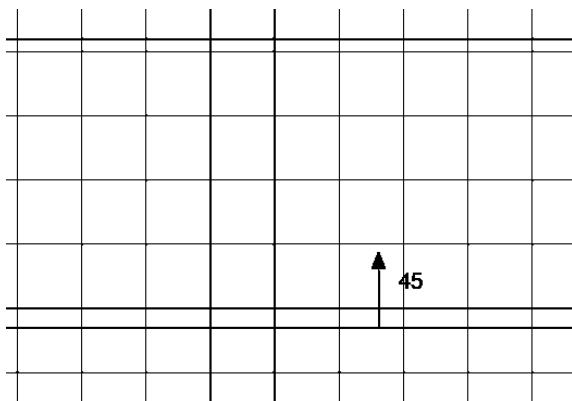

Рис. 20. Вспомогательные линии построения
- 2.1. Вспомогательные линии построения (рис. 20):